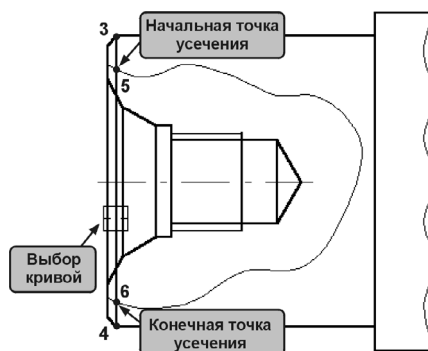

Рис. 21.9. Усечение отрезков
6. Используя команду **Усечь кривую двумя точками**, удалите часть отрезка 3–4 внутри области разреза. Начальную 5 и конечную 6 точки участка усечения укажите с помощью привязки **Пересечение** (рис. 21.9).